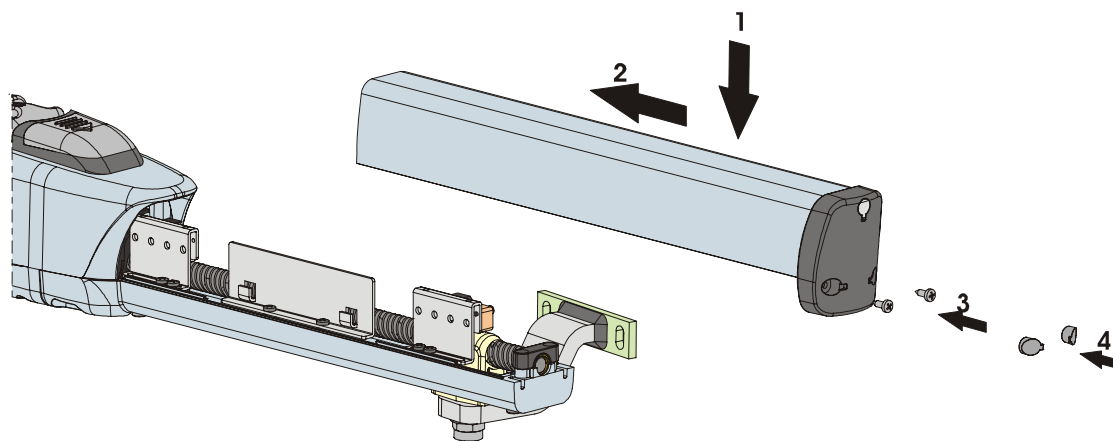

Fig. 25
- 6) Repositionner le carter de protection en le faisant coulisser sur la fusion inférieure et s'assurer qu'il en butée, Fig.25.
- 7) Visser de nouveau les deux vis inférieures, Fig.25.